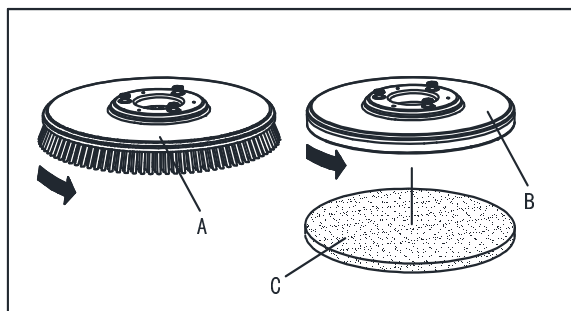

Figura 5
Instale el cepillo (A, Figura 5) o el porta-discos (B y C, Figura 5) según el tipo de suelo a limpiar.
5. Baje la plataforma en los portacepillos/porta-discos pisando el pedal (9).
6. Gire la llave de ignición (35) a «I».
7. Presione el interruptor del portacepillos/porta-discos y el sistema de aspiración (46).
8. Pulse uno de los cepillos/engranajes de marcha adelante (34) para enganchar el portacepillos/porta-discos y a continuación libérela. Si es necesario, repita el procedimiento hasta que los portacepillos/porta-discos estén enganchadas.
9. Si el Paso anterior No.8 resulta ser difícil, recurra al método manual que consiste en girar el portacepillos/porta-discos en la dirección opuesta a la dirección de rotación normal, para que lo desmonte. (como se indica en la Figura 5).